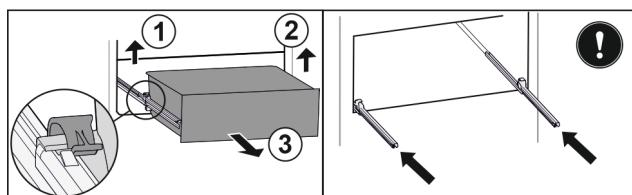

Fig. 131
- ▶ Podignite lijevu stezaljku i istovremeno izvucite ladicu lijevo prema naprijed. Fig. 131 (1)
- ▶ Podignite desnu stezaljku i istovremeno izvucite ladicu desno prema naprijed. Fig. 131 (2)
- ▶ Izvadite ladicu prema naprijed. Fig. 131 (3)